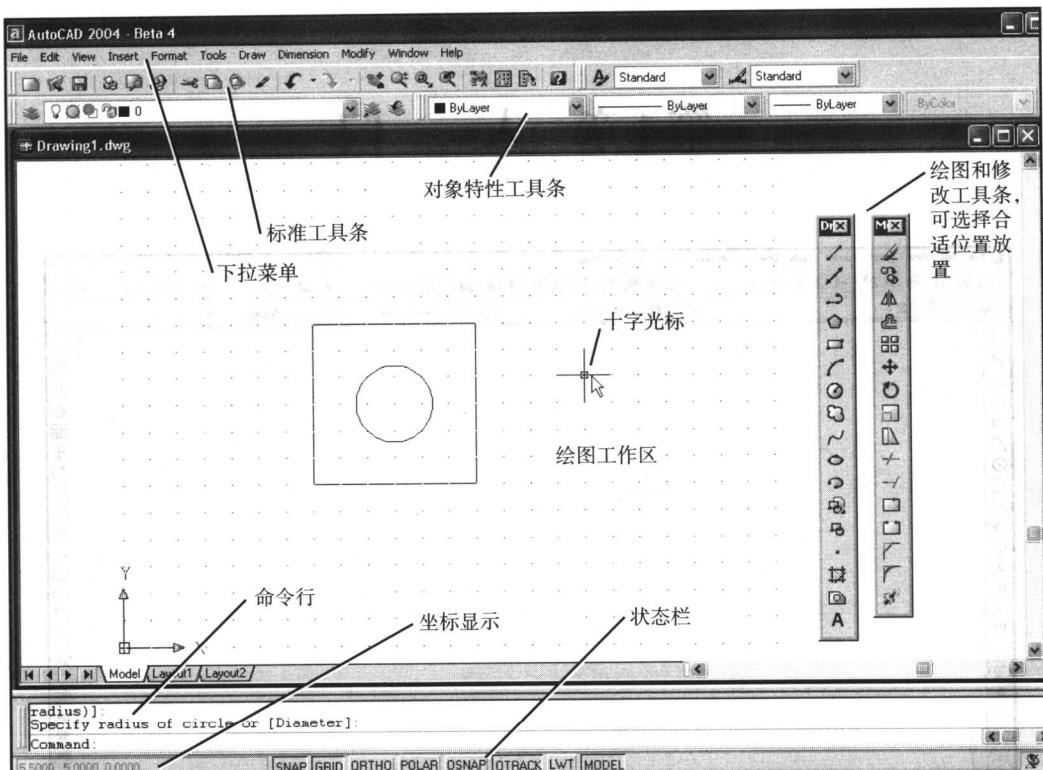
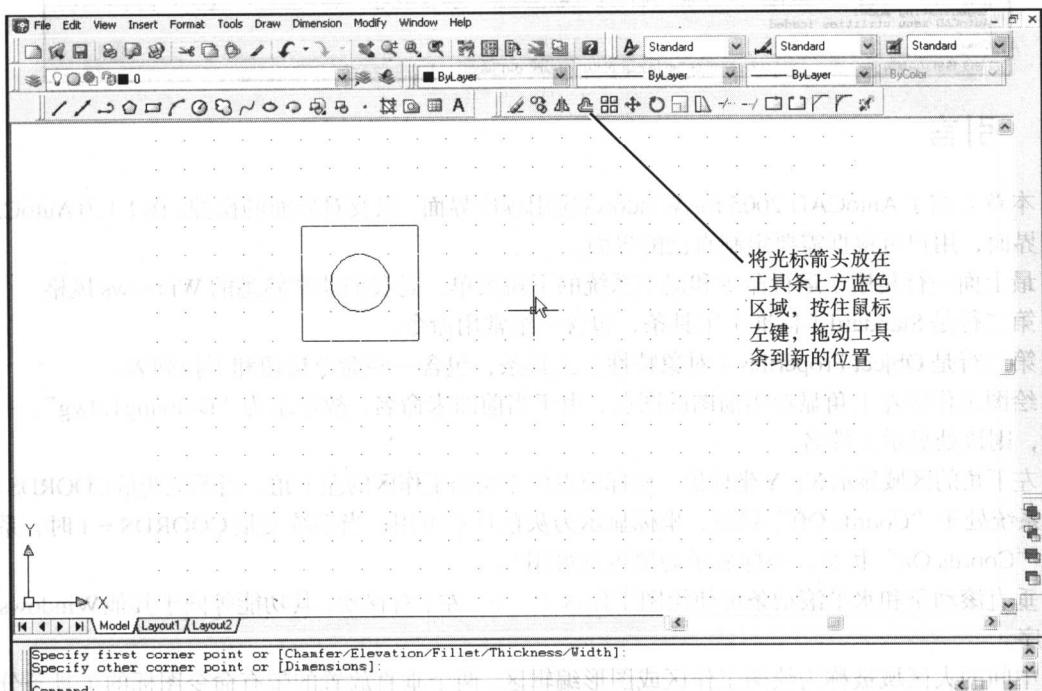
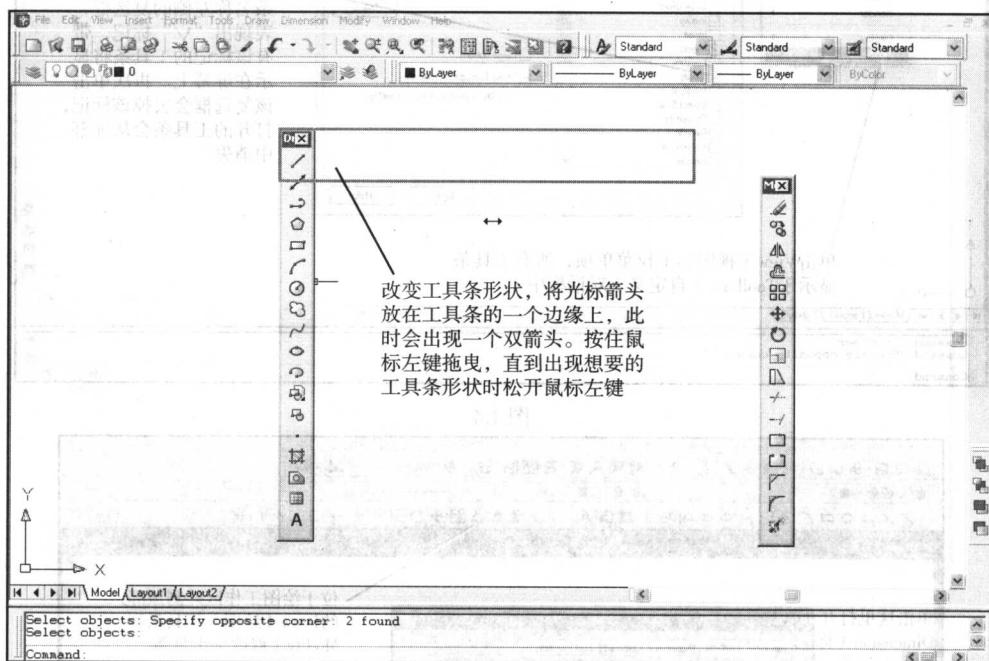

图 1.1
图 1.2
图 1.3
本章介绍了 AutoCAD 2005 for Windows 应用程序界面，以及对界面的操控。图 1.1 为 AutoCAD 工作界面，用户可根据需要定制自己的界面。
中间的大区域被称为绘图工作区或图形编辑区。两个垂直放置的带有命令图标的工作条分别是 Draw (绘图) 工具和 Modify (修改) 工具，如图 1.1 所示。可移动它们至图 1.2 所示的位置。
如图 1.2 所示。
如图 1.3 所示。
1. 将光标箭头放置在工具条底部边缘处，按图 1.3 的步骤向下拖曳直到工具条恢复为原来的形状。
Dimension (标注) 工具条显示于屏幕，如图 1.5 所示。任何工具条均可如图 1.2 和图 1.3 所示般改变形状或移动位置。